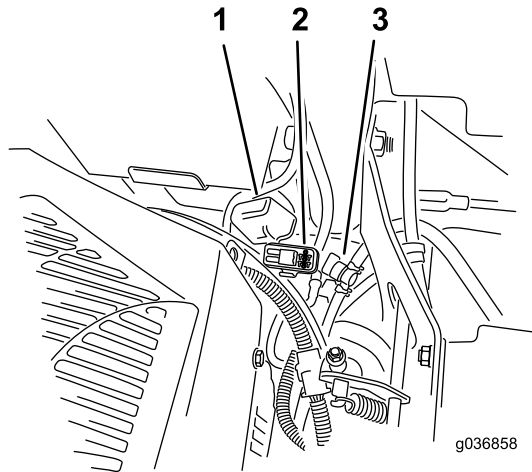

Figura 85
Los fusibles están situados en la consola de la derecha, junto al asiento (Figura 85).
2. Instale un fusible nuevo (Figura 85).